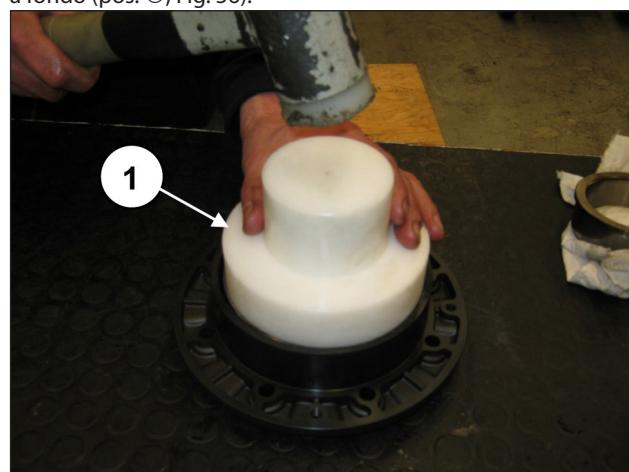
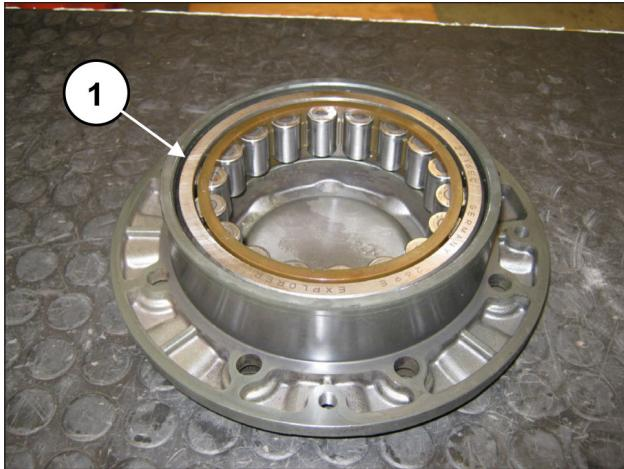

Fig. 55
Fig. 56
Repetir la operación en la tapa del cojinete para premonstrar la anilla externa del cojinete del eje acodado utilizando la herramienta cód. 27605000, (pos. ①, Fig. 55) para introducirla a fondo (pos. ①, Fig. 56).